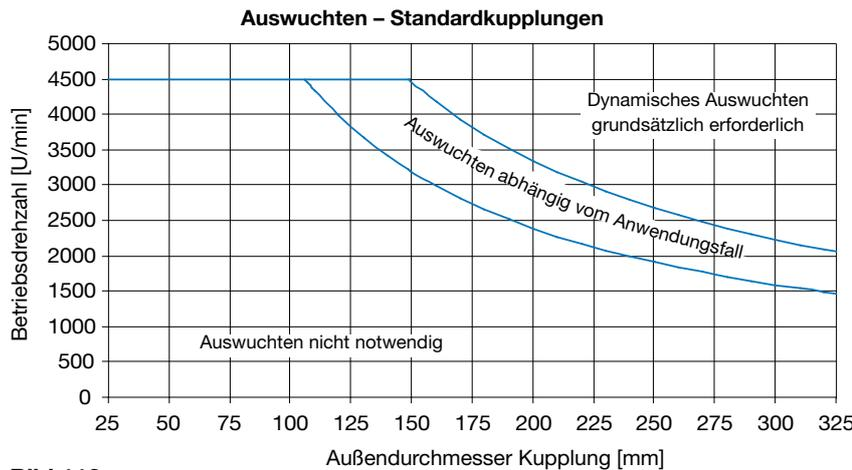

Bild 112
- Umfangsgeschwindigkeit der Kupplung (Bild 112)